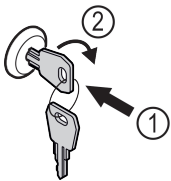

Fig. 91
- ▶ Klíč zasuňte dovnitř Fig. 91 (1).
- ▶ Otácejte klíčem o 90° ve směru hodinových ručiček Fig. 91 (2).